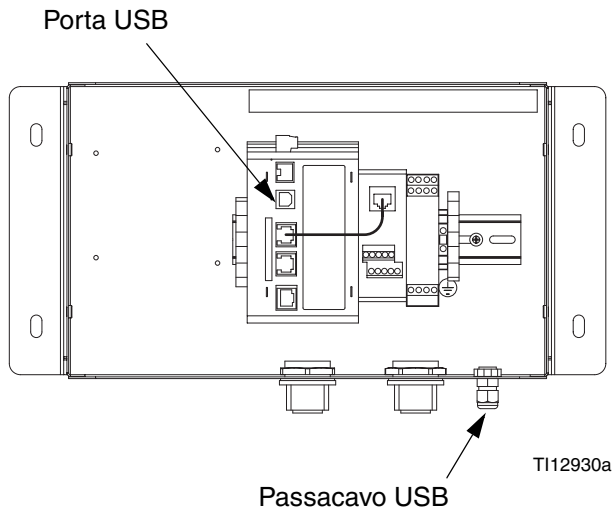

FIG.12: Porta USB del modulo Gateway
1. Collegare il cavo USB (23, in dotazione) tra la porta USB del modulo Gateway e una porta USB del PC. Vedere la FIG.12.